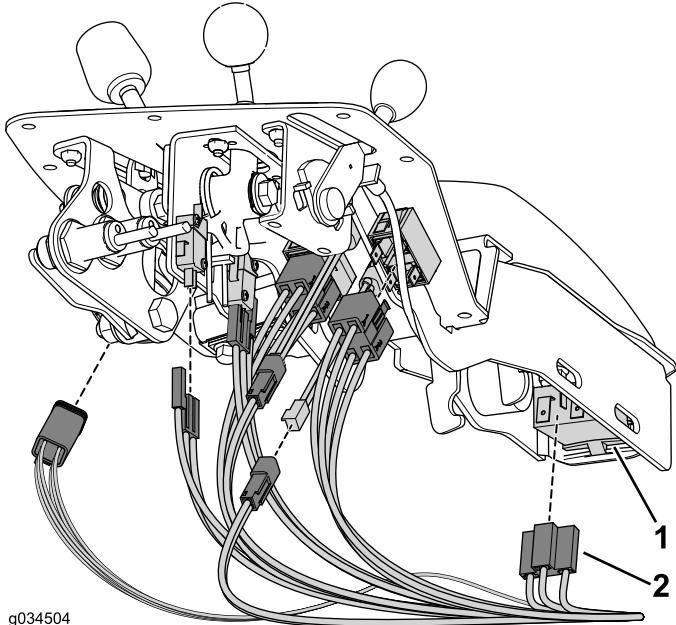

Bild 31
5. Schließen Sie den Kabelbaum an die entsprechenden Anschlüsse an (Bild 31).